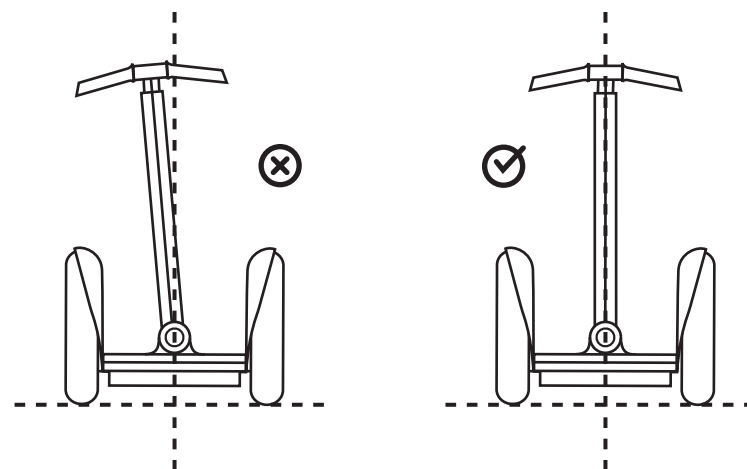

図 3. LeanSteer フレームの中心
- ファスナーをさらに締める前に、ハンドルバーが真っ直ぐ中心になっていることを目で確かめます。ハンドルバーが真っ直ぐ中心でない場合は、LeanSteer フレームを調節して、真っ直ぐで中心になるようにします。図 3 を参照してください。